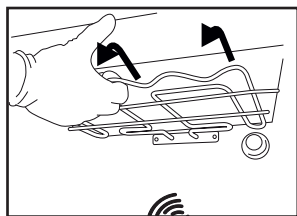
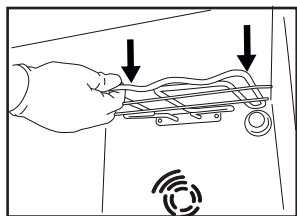

Fig. 1
Fig. 2
2. Estrarre leggermente l'elemento riscaldante ( Fig. 1) e abbassarlo ( Fig. 2).